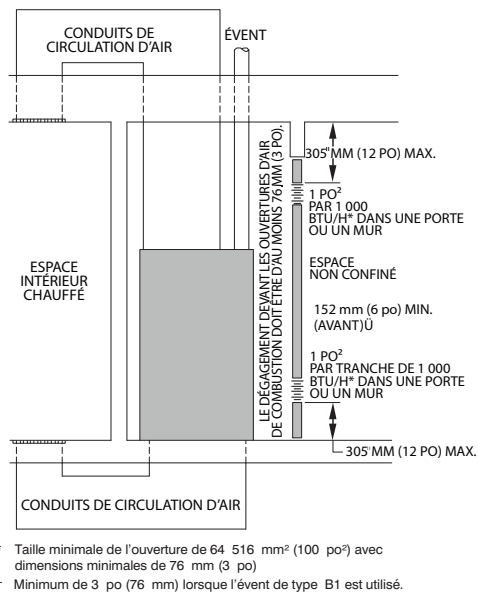

Fig. 7 – Air de combustion, de ventilation et de dilution venant de l'extérieur L12F013FR
- b. Les espaces combinés sont situés sur le même étage. Chaque ouverture doit présenter un espace libre d'au moins 2 000 mm²/kW (1 po²/1 000 BTU/h) de puissance d'entrée totale de tous les appareils à gaz, mais sans être inférieur à 0,06 m² (100 po²). Une première ouverture doit être faite à une distance maximale de 300 mm (12 po) en dessous du plafond et une seconde à une distance maximale de 300 mm (12 po) du sol. La dimension des ouvertures d'air doit atteindre au moins 80 mm (3 po). Consultez la Fig. 7.